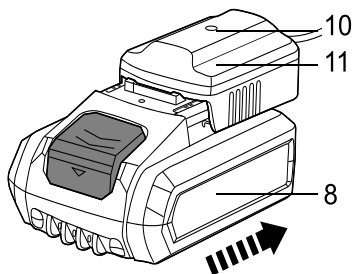

Fig. 6
- > Deslice el bloque de baterías (8) en la base de carga (11) hasta que quede encajado (Fig. 6).
- > Conecte el cargador (12) a una fuente de alimentación. El indicador luminoso (10) se encenderá de color rojo cuando el bloque de batería esté cargándose y de verde cuando la carga haya finalizado.